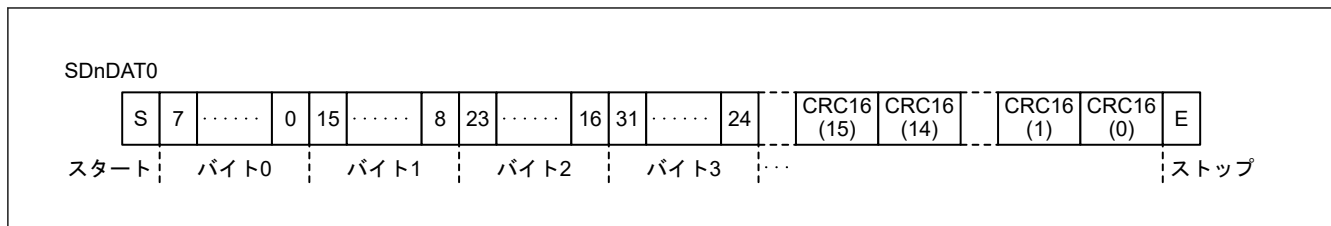
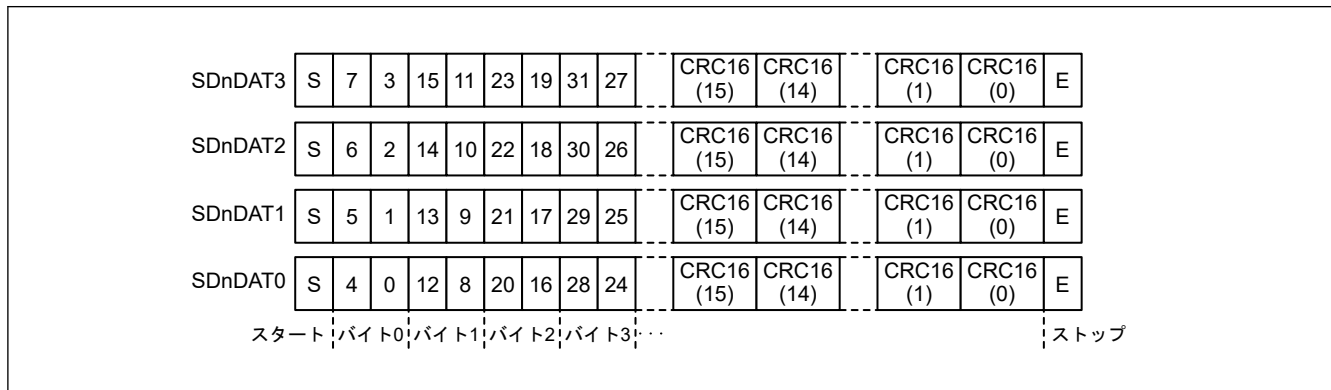

図 34.2 1 ビット幅モードの SDnDAT
図 34.3 4 ビット幅モードの SDnDAT
1. SD/MMC ホストインタフェースが SDnDAT 信号により SD カード / MMC からデータを受信する (図 34.2 および図 34.3 を参照)。